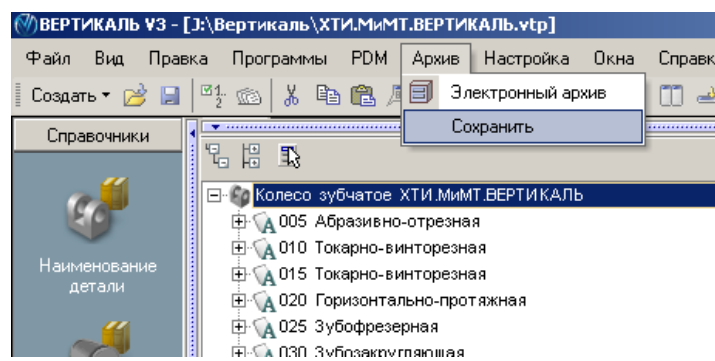

Рис.14
44. Нажмите кнопку **Архив** на панели инструментов и выберите меню **Сохранить** (рис. 14).